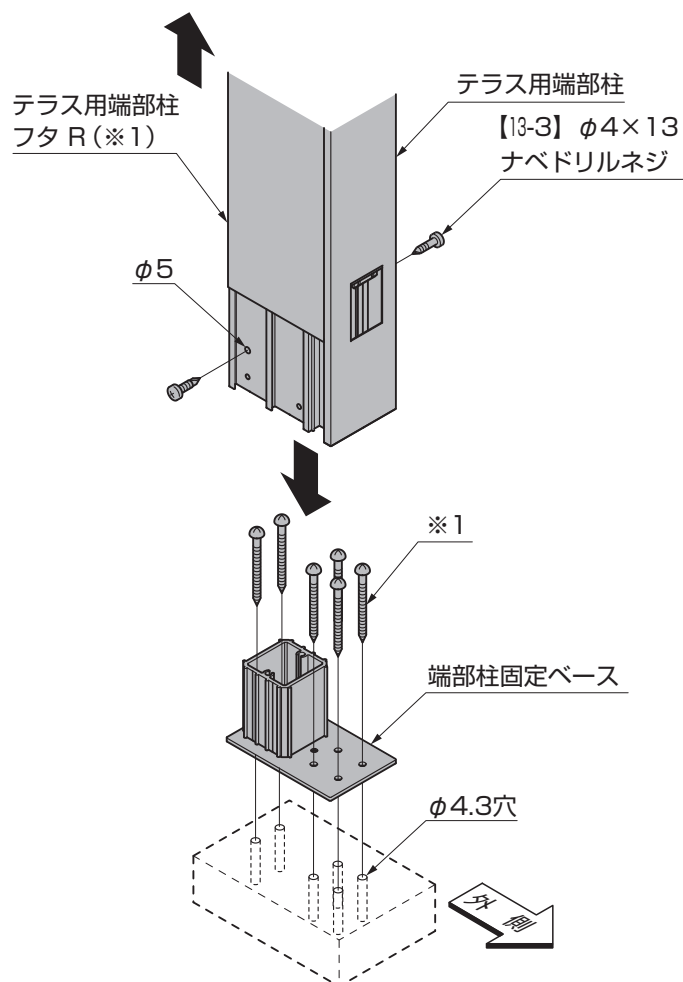
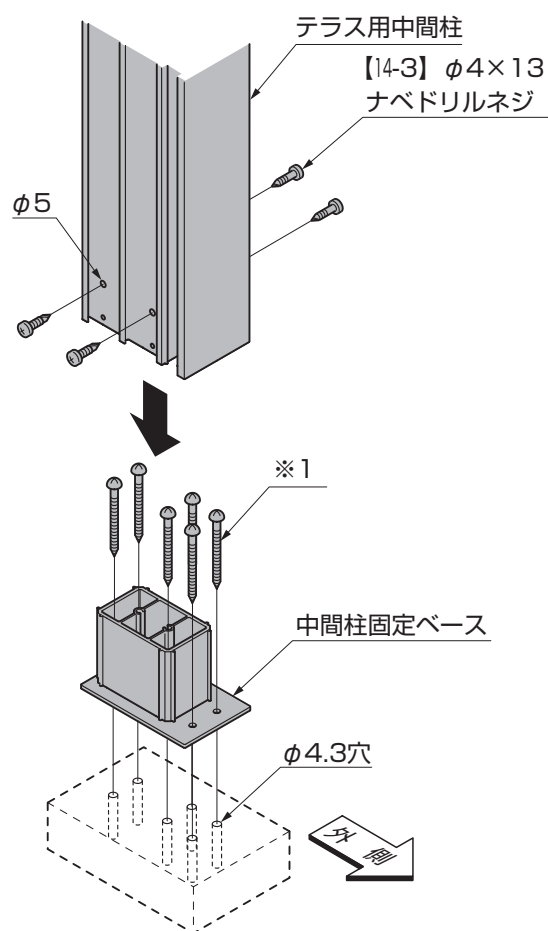

図8-16
図8-17
①柱固定ベースを固定してください。
③テラス用端部柱、テラス用中間柱を端部柱用固定ベース、中間柱用固定ベースに、【13-3】または、【14-3】で取付けてください。（図8-16、図8-17参照）